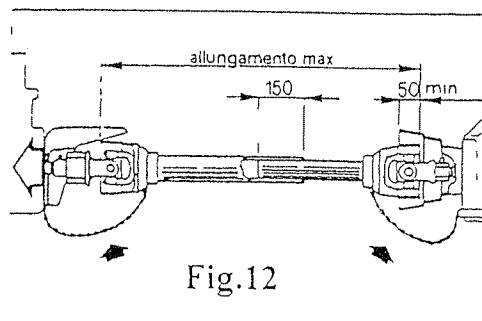

Fig.12
* Assicurarsi che il cardano in posizione di massima chiusura resti aperto non meno di 5 cm; in caso di massima apertura i due pezzi devono essere sovrapposti non meno di 15 cm. (fig 12)
* Make sure that, when the drive-shaft is at maximum closing, there are still 5 cm left and, when it is at maximum extension, the two parts overlap at least 15 cm.(fig.12)